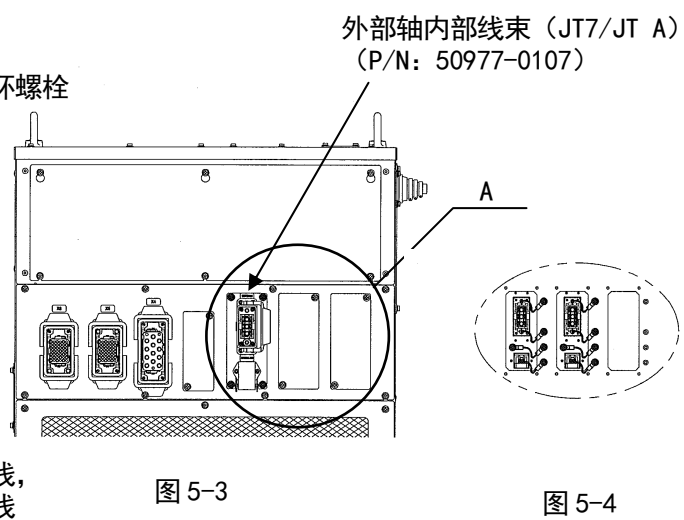
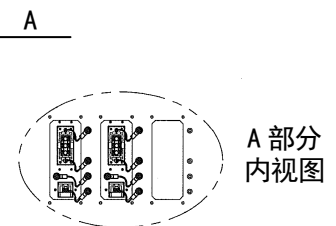

图 5-3
图 5-4
5. 拆除控制器顶板（拆下固定顶板的螺钉和吊环螺栓）。卸下连接器板上的 JT7/JT A 空白板，再拉出外部轴（JT7/JT A）的内部线束（P/N: 50977-3921）并将其连接到洞中。（见图 5-3。）连接编织屏蔽线和后盖内部的 G/Y 线（参考图 5-4）。